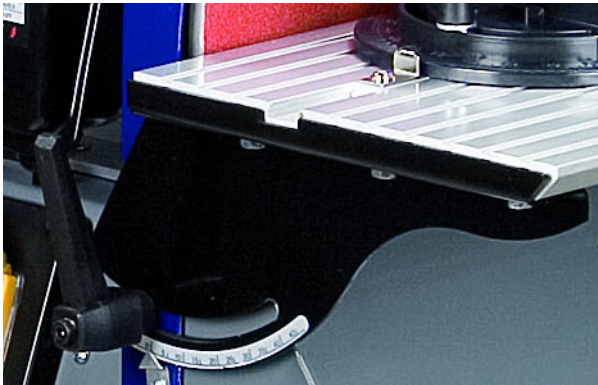

Abb. 8: Neigungswinkel einstellen
Schritt 1: Den Klemmhebel unter dem Arbeitstisch lösen (Abb. 8).